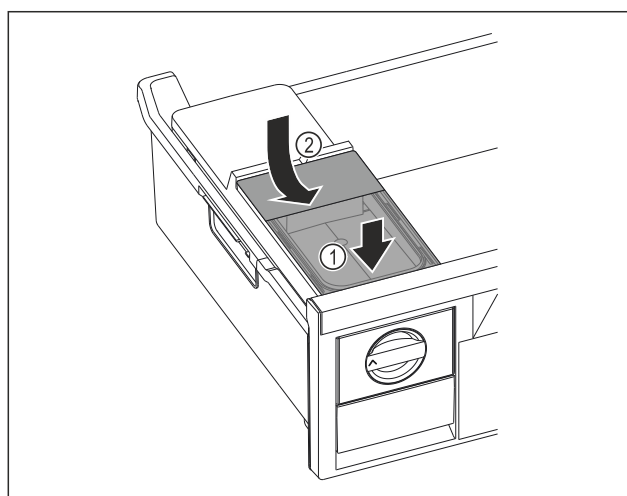

Fig. 122
- ▶ Placera vattenbehållaren fram till. Fig. 122 (1)
- ▶ Sänk ned vattenbehållarens baksida. Fig. 122 (2)